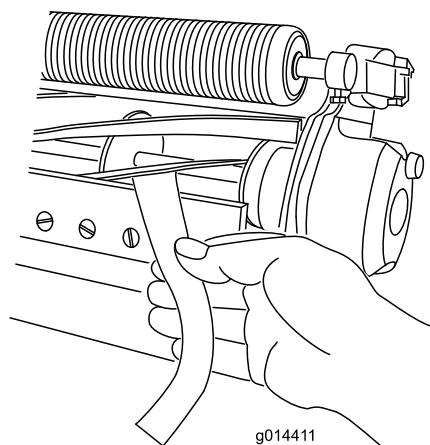

Figura 10
B. Inserite una lunga striscia di carta di verifica del taglio (n. cat. Toro 125-5610) tra il cilindro e la controlama, perpendicolarmente alla controlama (**Figura 10**), poi **lentamente** ruotate il cilindro in avanti: dovrebbe tagliare la carta; in caso contrario, ripetete i passaggi **A** e **B** finché non la taglia.
11. Inserite una lunga striscia di carta di verifica del taglio (n. cat. Toro 125-5610) tra il cilindro e la controlama, perpendicolarmente alla controlama (Figura 10), poi **lentamente** ruotate il cilindro in avanti: dovrebbe tagliare la carta; in caso contrario, ruotate ciascuna vite di regolazione della barra di appoggio di uno scatto e ripetete questo passaggio fino a quando la carta non viene tagliata.